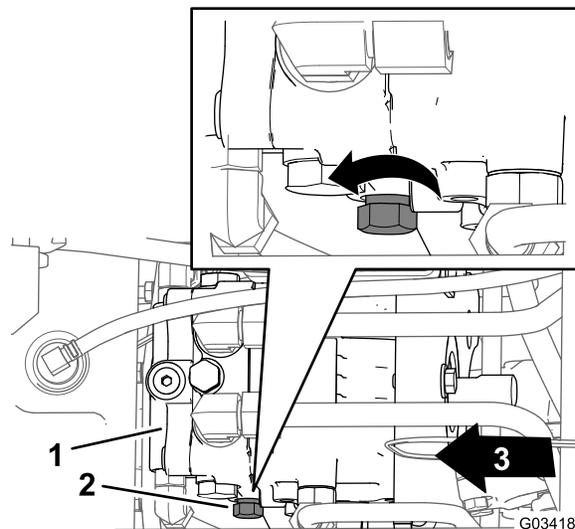

図 32
- 油圧ポンプの左側にあるバイパスバルブのコントロールノブを探し出す **図 32**。
- ノブを左に3回転させる **図 32**。
2. 油圧ポンプの左側にあるバイパスバルブのコントロールノブを探し出す 図 32。
3. コントロールノブ 図 32を右に回して閉じる抵抗が感じられるようになるまで回す。